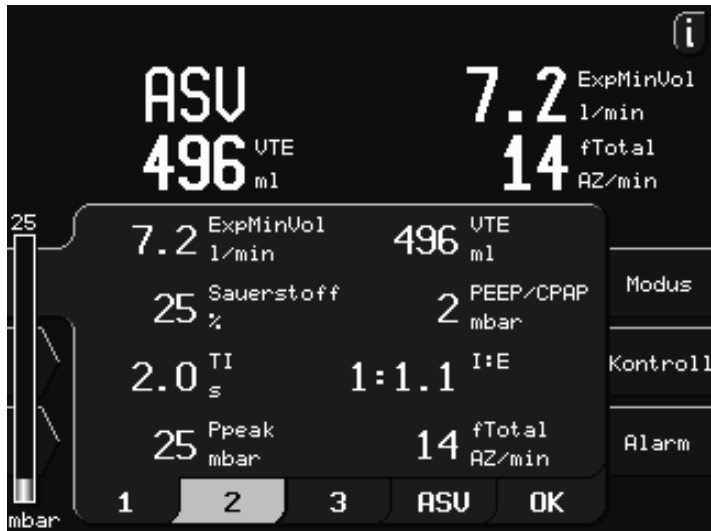
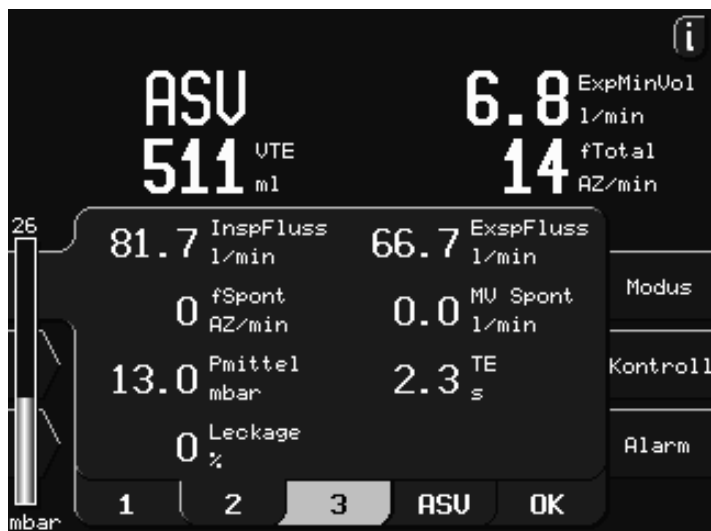
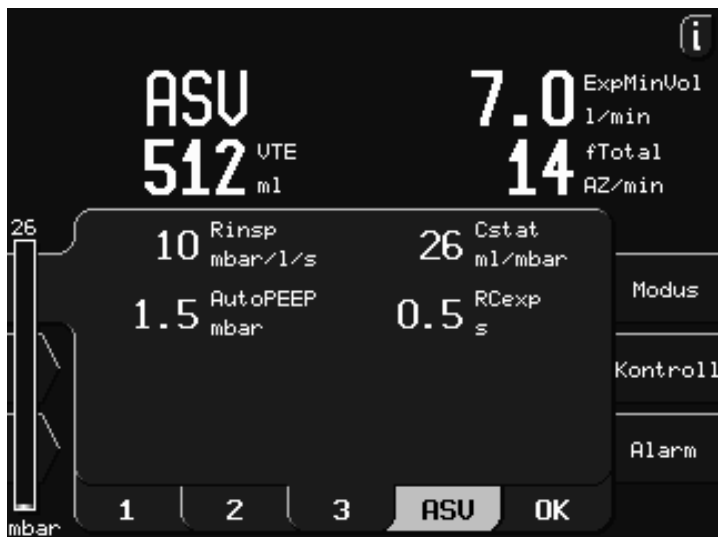
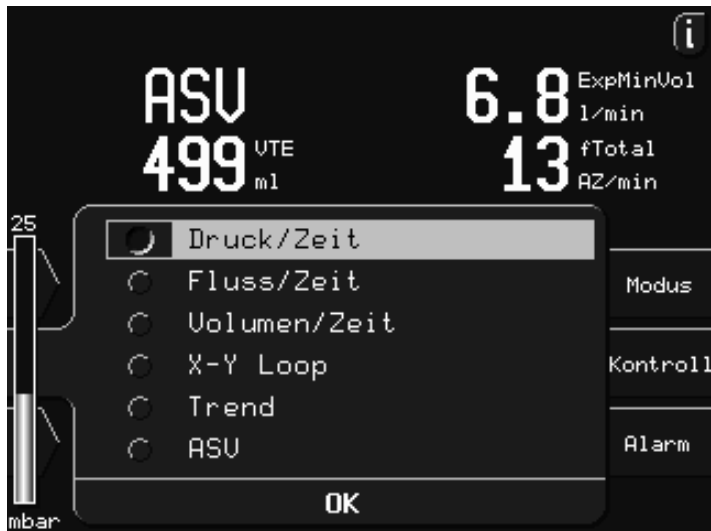

Abbildung 5-2. Fenster Numerische Patientendaten 1
Abbildung 5-3. Fenster Numerische Patientendaten 2
Abbildung 5-4. Fenster Numerische Patientendaten 3
Abbildung 5-5. Fenster Grafikauswahl
Um die Daten anzusehen, drücken Sie die oberste linke Taste für numerische Patientendaten. Das erste Fenster öffnet sich (Abbildung 5-2). Wählen und öffnen Sie Fenster 2 (Abbildung 5-3), Fenster 3 (Abbildung 5-4) oder das Fenster mit den ASV-Monitoring-Parametern (Abbildung 5-5), indem Sie den Knopf drehen und drücken oder die entsprechende Taste drücken. Um diese Fenster zu schließen und zum Basisbildschirm zurückzukehren, wählen Sie **OK** und drücken anschließend den Knopf.
1. Drücken Sie die Taste Grafikauswahl, um das Fenster Grafikauswahl zu öffnen (Abbildung 5-5).
Tabelle 5-1 enthält eine alphabetische Liste der Monitoring-Parameter von RAPHAEL. Diese können im Fenster Numerische Patientendaten (Abbildung 5-2 und Abbildung 5-3) angezeigt werden. Die Anzeige der Monitoring-Parameter wird mit jedem Atemzyklus aktualisiert.